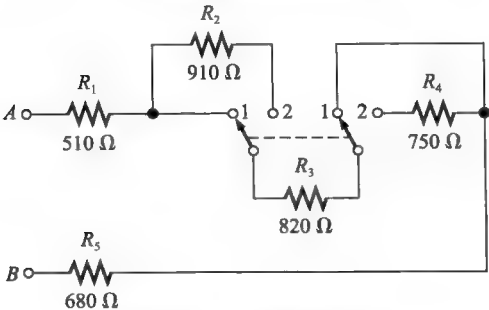

图 4-85 习题 50 图
50. 试问图 4-85 中开关在每个位置时从 A 到 B 的总电阻是多少?